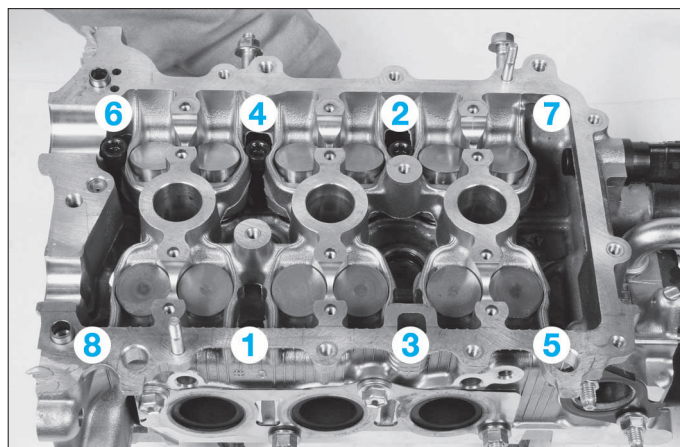

FIG. 75
- Repose les vis et les serrer à 32 N.m dans l'ordre indiqué (Fig.75).